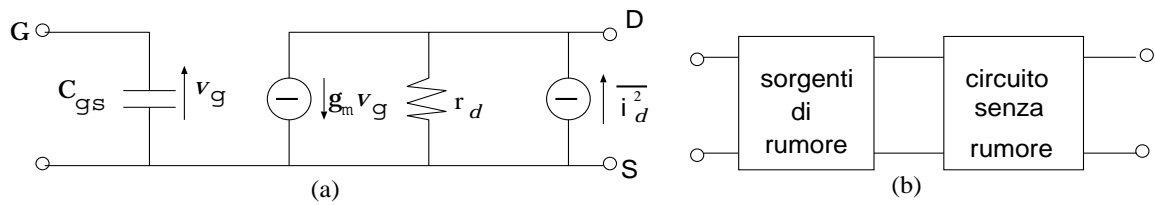

Figura 6:
24. Dato il circuito con generatori di rumore interni (v. figura 6 (a)) lo si riconduca allo schema di figura 6 (b).